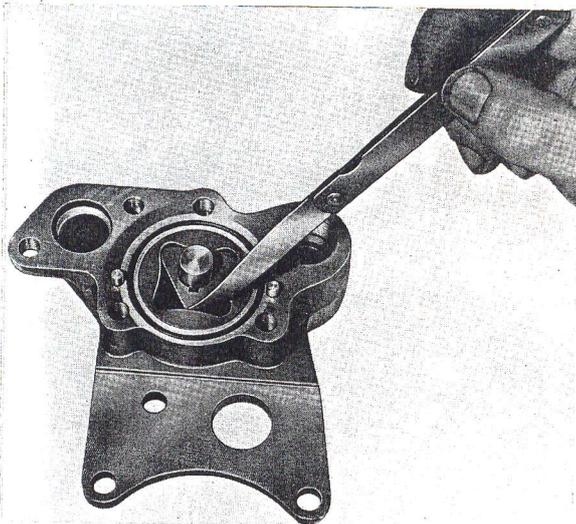

Fig. P8 — Mesure du jeu entre les rotors.
2. Remonter les rotors menant et mené dans le corps de pompe en introduisant en premier l'extrémité chanfreinée du rotor extérieur dans le corps de pompe. Vérifier le jeu entre les rotors (fig. P8) (voir « Jeux et Tolérances »). Remplacer la pompe si le jeu est excessif.